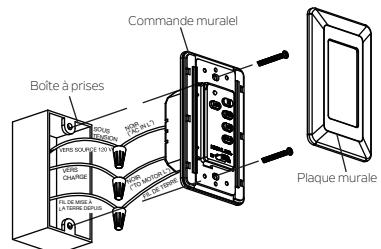

Fig. 29
Étape 2. Placez la commande murale sur la boîte à prises, connectez les fils avec les connecteurs (fournis). (Fig. 29).
Étape 3. Sécurisez les connexions des fils et assurez-vous qu'il n'y a pas de brins de fil ni de connexions desserrées. Remettez les connexions de fils à l'intérieur de la boîte à prises et fixez la commande murale à la boîte à prises avec les vis (fournies). Ajustez la plaque frontale sur la commande murale. (Fig. 29).